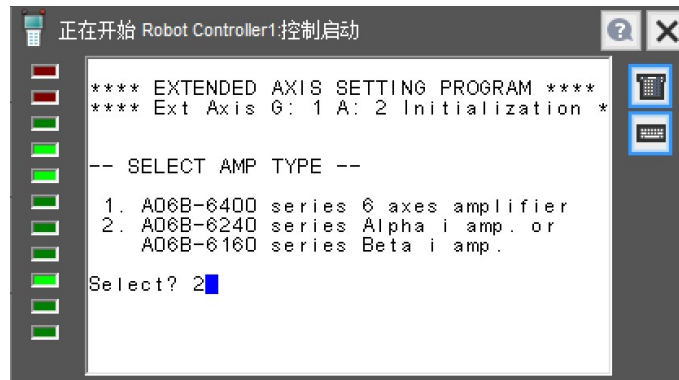

图 4.1.22
22) 在图 4.1.22 中选择伺服放大器类型，输入 2，点击 ENTER 键确认。（类型可在放大器标签上查看）